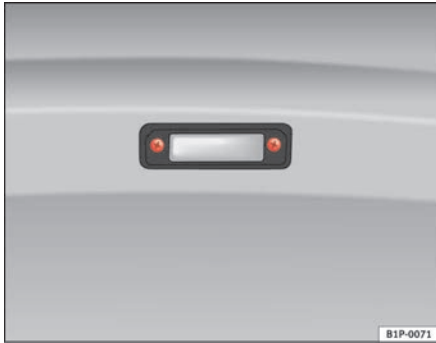

Abb. 176 Kennzeichen-
- Drehen Sie zum Abnehmen des Lampenglases die Schrauben heraus ⇒ Abb. 176.